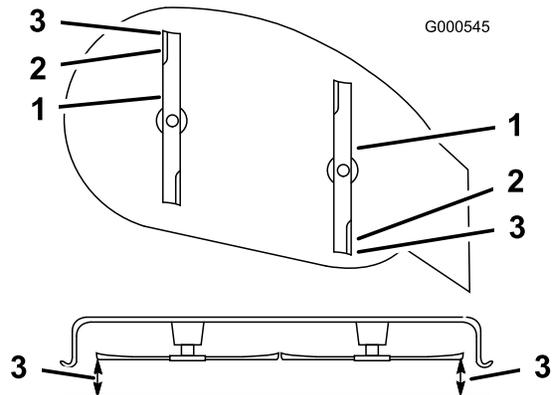

Figure 43
5. Réglez la hauteur de coupe à la position 3 [76 mm (3 pouces)] et tournez les lames avec précaution dans le sens longitudinal (Figure 43).
6. Mesurez la distance entre la pointe de la lame avant et la pointe de la lame arrière par rapport à la surface plane (Figure 43). Si la pointe avant de la lame n'est pas de 1,6 à 7,9 mm (1/16 à 5/16 po) plus basse que la pointe arrière, réglez le contre-écrou avant.
9. Une fois le réglage effectué, vérifiez à nouveau l'inclinaison avant/arrière des lames. Poursuivez le réglage de l'écrou jusqu'à ce que la pointe avant de lame soit de 1,6 à 7,9 mm (1/16 à 5/16 po) plus bas que la pointe arrière (Figure 43).